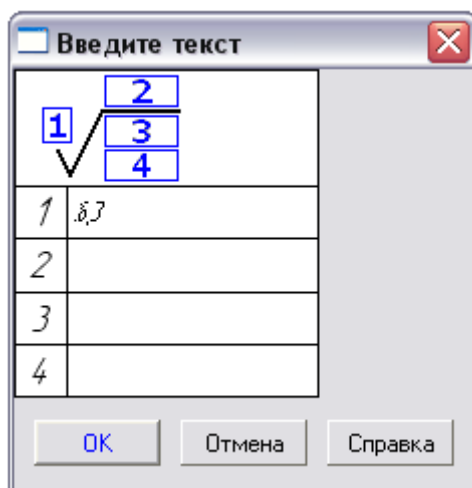

Рисунок 12.2 Диалог ввода текста
3. Чтобы задать значения шероховатости, щелкните мышью в поле **Текст** на Панели свойств. На экране появится диалог **Введите текст** (рисунок 12.2).
2. Чтобы задать значения шероховатости, щелкните мышью в поле **Текст** на Панели свойств. На экране появится диалог **Введите текст** (рисунок 12.2).